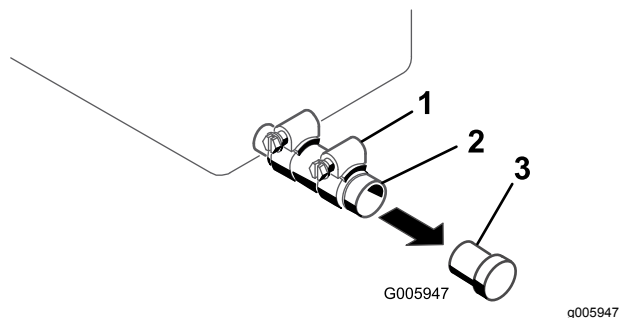

Figura 29
4. Posizionate una bacinella sotto il tubo di spurgo dell'olio (Figura 29).
5. Allentate il serratubo e togliete la spina (Figura 29).